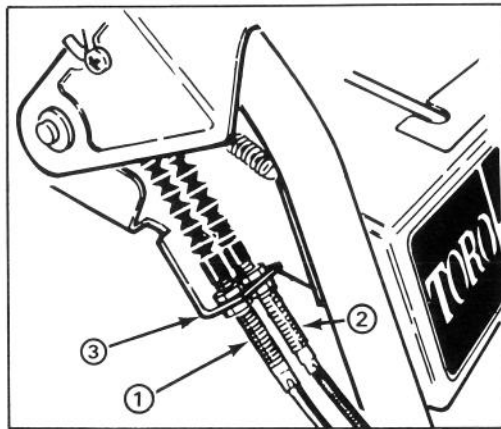

Abbildung 21
3. Die obere, das Räumwerk-/Gebläse-Kabel an die Befestigungsschelle festhaltende Gegenmutter lösen (Abb. 21).
### EINSTELLEN DES FAHRANTRIEBSRIEMENS (Abb. 21)
8. Die das Kabel an die Schelle befestigenden Gegenmuttern an dem auszuwechselnden Riemen entsprechenden Steuerkabel lösen (Abb. 21). Beim Auswechseln des (der) Riemen(s) muß das Kabel zum Gleiten in der Schelle frei sein.